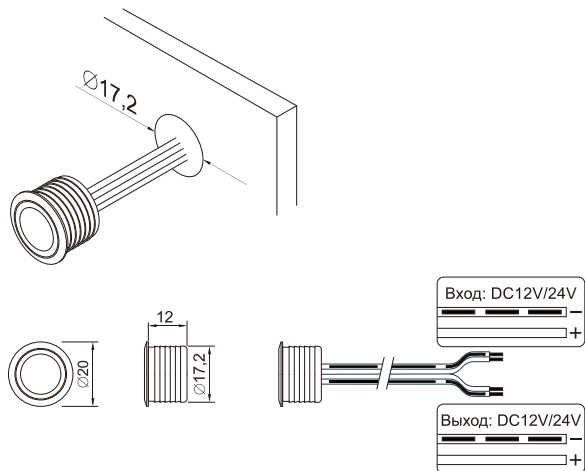

Рис.1
- Размеры диммера указаны на Рис.1.